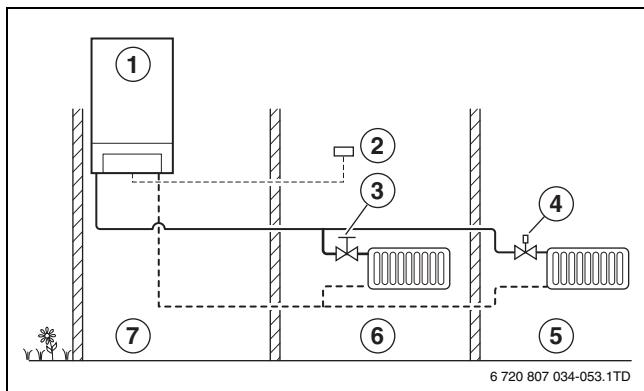

Fig. 23 Principiu de reglare al regulatorului în funcție de temperatura camerei
- La reglarea în funcție de temperatura încăperii, temperatura dorită este reglată în camera 1 cu ajutorul unității de comandă montate acolo (regulator comandat în funcție de temperatura încăperii). Pentru reglarea corectă a temperaturii încăperii, radiatoarele trebuie executate cu ventile de radiator manuale sau ventilele de radiator termostatice deschise complet (→ fig. 23).